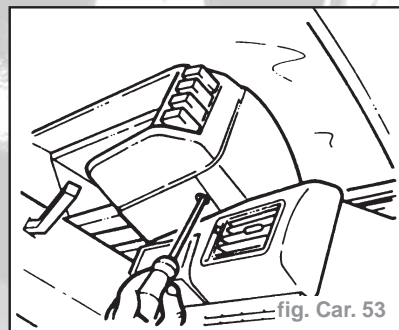

fig. Car. 53
- l'entourage du tableau de bord - 2 vis (fig. Car. 53). Débrancher les fiches multiples.